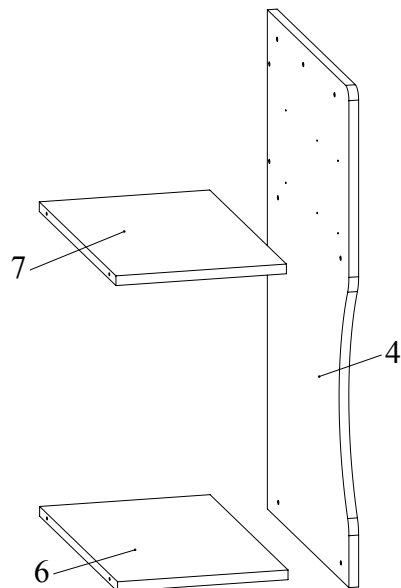

Рис.4
- Скрепить конфирматами 7x50 боковину 4 с полками 6 и 7 (Рис.4).